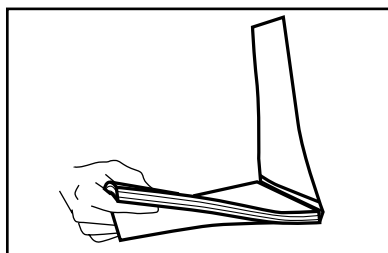

ABBILDUNG 20
8. Legen Sie auf einer glatten Oberfläche Ihr gebundenes Dokument in den Umschlag und stellen Sie sicher, dass die obere Kante des Dokumentes mit der des Umschlages abschließt (siehe Abbildung 20).